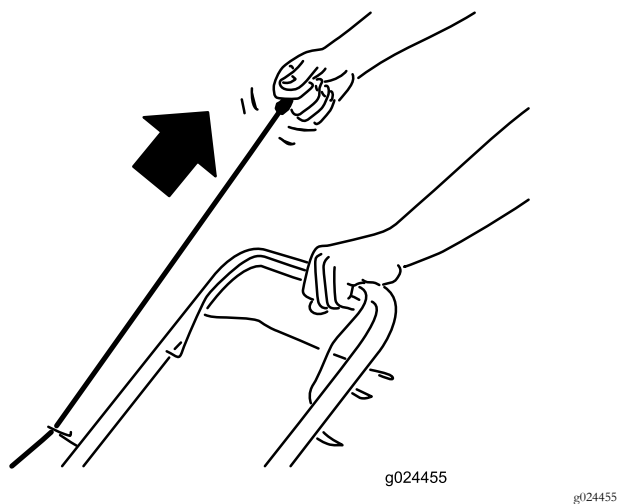

図 13
2. 抵抗を感じるまでスタータハンドル 図 13 を引き上げ、そこから力強く引き、手を離してロープが自然に引き込まれるようにする。